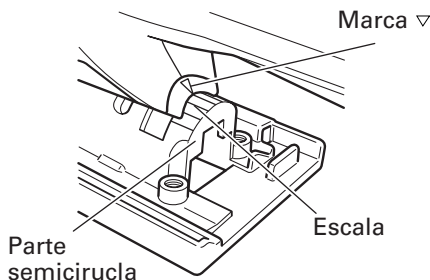

Fig. 17
- (2) Alinee la escala (desde 0 grado a 45 grados en incrementos de 15 grados) del parte semicircular de la base con la marca [▽] de la cubierta del engranaje. (Fig. 17)